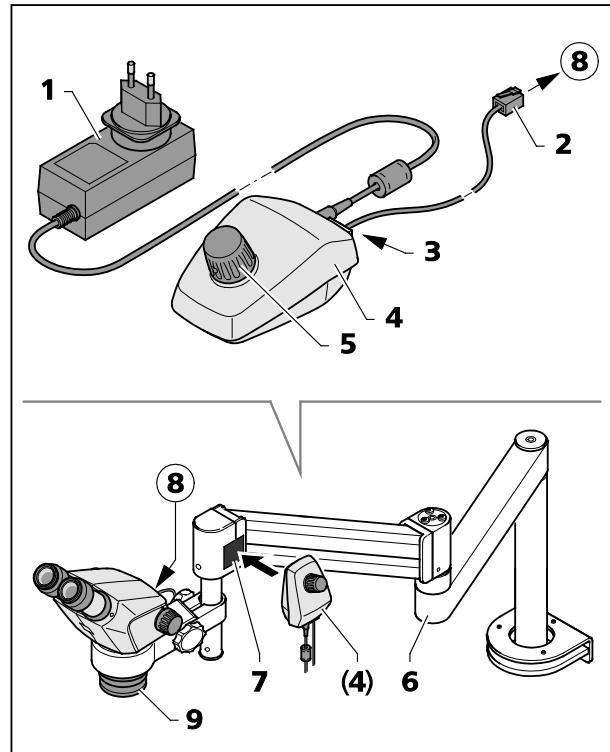

图24 K LED 控制器
控制器 K (图24/4) 用于在使用镜臂 B 或 U 或其它镜臂时, 控制 Stemi 305 主机的垂直照射或环状光源。
- 将前端系统 0.5x/185 mm (图24/9) 固定在显微镜主机上。
- 在使用环状光源时, 通过随附的适配器 (内直径 58 mm, 外直径 66 mm) 将其适配在前端系统 (图24/9) 上。
- 将磁盘(图24/7) 的吸磁面固定在摇臂镜臂上。
- 将随附的连接电缆 (长 1 m) (图24/2) 插入显微镜主机和环状光源插槽 (图24/8) 以及控制器 K (图24/4) 背面插槽 (图24/3)。
- 将控制器 K (图24/4) 放置在磁盘 (图24/7) 上。
- 用电源 (图24/1) 将控制器 K 通上电。
- 调整摇臂镜臂 (图24/6), 使其达到符合人类工程学的工作位置。
- 按下控制器 K 的旋钮 (图24/5) 打开垂直照射 (或环状电源), 并旋转旋钮设置照射强度。